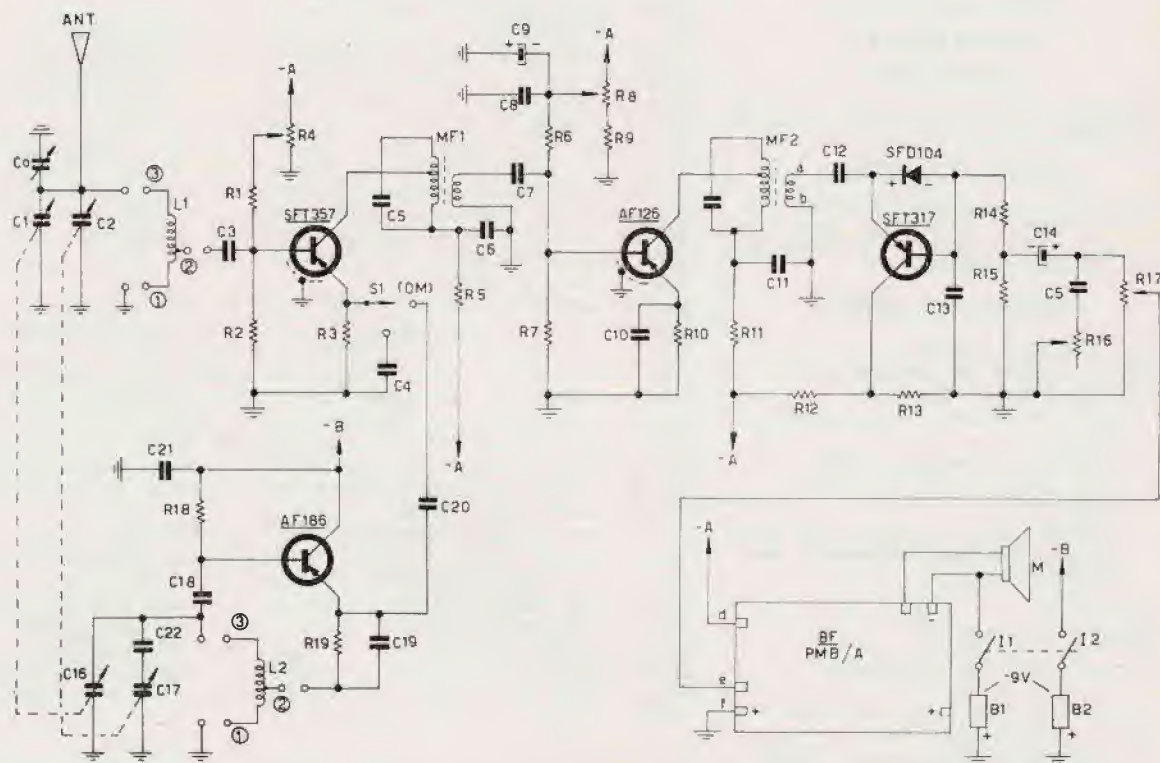

Figura 1 - Schema del ricevitore « Super 88 »
Lo schema del « Super 88 » è riportato nella figura 1. La BF si può acquistare già pronta e funzionante per poche migliaia di lire. Quella qui usata è la BF Philips a 4 transistori PMB/A (7 mV d'entrata, 0,5 W d'uscita) a cui si devono collegare soltanto la bobina mobile di un piccolo altoparlante (8÷12Ω), l'alimentazione (batteria B1 a 9V), il cursore del potenziometro R17 (controllo di volume) e la massa. Chi si accontenta del solo ascolto in cuffia, può omettere tutta questa parte e inserire una cuffia (2x2000Ω) fra il cursore di R17 e massa. In tal caso il ricevitore si riduce a soli 4 transistori, pur restando le altre prestazioni invariate; i punti alimentati dalla presa -A vanno collegati direttamente alla batteria B1 aggiungendo un condensatore da almeno 100 µF/12 VL tra -A e massa.
Dalla figura 1 si vede che sono stati impiegati 1 diodo e 4 transistori. Chi non desidera ricevere le stazioni FM, ma solo quelle modulate in ampiezza (AM), può omettere R12, R13, C12 e il transistor SFT317; il diodo va allora collegato direttamente al punto « a » di MF2 e così il rivelatore sarà sensibile solo alle variazioni di ampiezza e non più anche alle variazioni di frequenza. Il potenziometro R16 agisce da energico controllo di tono, molto utile per attenuare eventuali note acute dovute a interferenze.
Procedendo nell'esame dello schema di figura 1 si nota che i transistori SFT357 e AF126 sono fra loro accoppiati in modo convenzionale, tramite MF1 e MF2 (accordati su 455 kc). Vi sono però due novità: le tensioni di base sono regolabili tramite R4 e R8. Ciò permette di ricavare un rendimento eleva-